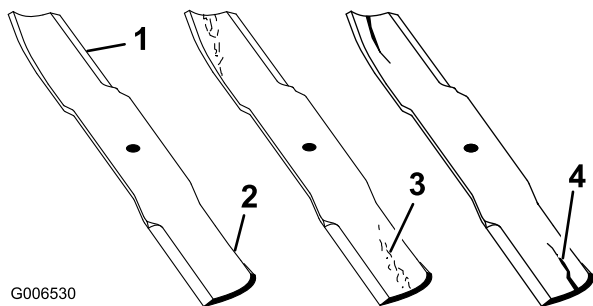

Figura 47
1. Inspeccione los filos de corte (Figura 47). Si los bordes no están afilados o tienen mellas, retire las cuchillas y afílelas; consulte Cómo afilar las cuchillas.
2. Inspeccione las cuchillas, especialmente la parte curva (Figura 47). Si observa daños, desgaste o la formación de una ranura en esta zona (elemento 3 en la Figura 47), instale inmediatamente una cuchilla nueva.